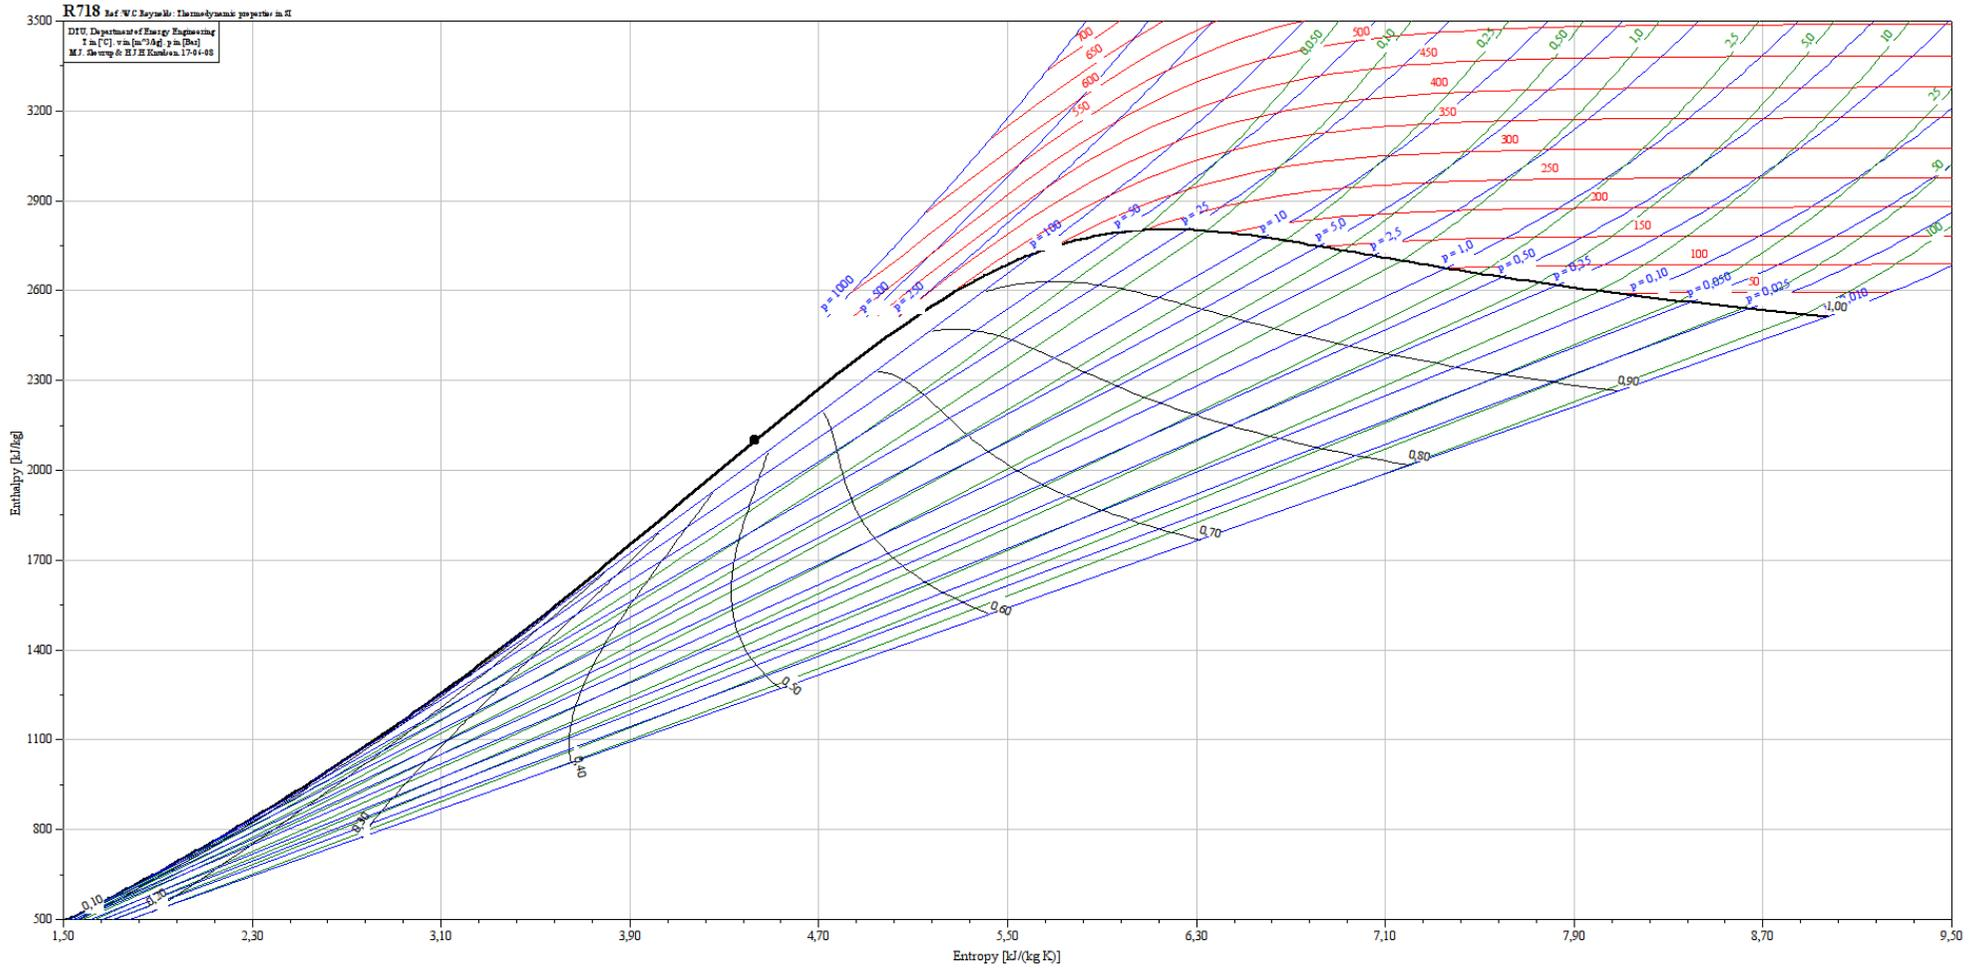

FIG. 3 : Diagramme de Mollier de l'eau
On donne à la figure 3 le *diagramme de Mollier* de la vapeur d'eau et du mélange eau liquide/vapeur, représentant l'entropie massique  $s$  en fonction de l'enthalpie massique  $h$ . La courbe de saturation est représentée en gras, le point critique étant représenté par le point noir. Les autres courbes représentées sont : des isothermes, des isobares, des isochores, et des isotitres sur lesquelles c'est la proportion de vapeur qui est constante.
- (b) Déterminer son rendement en lisant les valeurs nécessaires sur la figure 3.